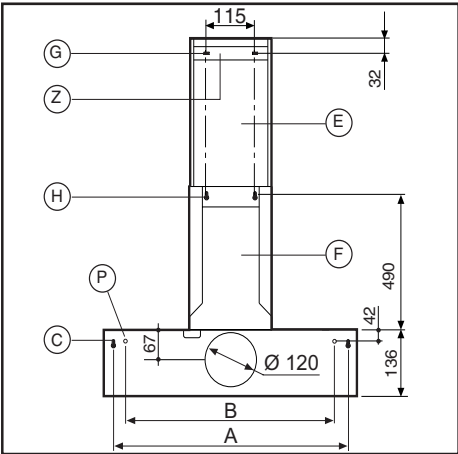

Fig.3
• MONTAGE DE LA HOTTE A LA PAROI - (Fig.3)
mur (ex. Ciment, contreplaqué, etc). Accrocher la hotte à la paroi en utilisant les 2 trous "C" (Fig.3). Fixer définitivement la hotte à la paroi en utilisant les 2 trous de sécurité inférieurs "P".
• MONTAGGIO TUYAU DE RACCORDEMENT (Optional) - (Fig.3)
Forer 4 trous (G-H) en respectant les cotes indiquées. Pour les différents montages utiliser les vis et vis tamponnées appropriées au type de mur (ex. ciment, contreplaqué etc.). Bloquer la bride "Z" à la paroi (Fig.3-6). Placer les deux raccords accouplés verticalement sur la hotte. Fixer le raccord "F" en utilisant les 2 trous "H" (Fig.3). Faire glisser vers le haut le raccord "E", le bloquer latéralement à la bride "Z" avec les vis appropriées (Fig.6).